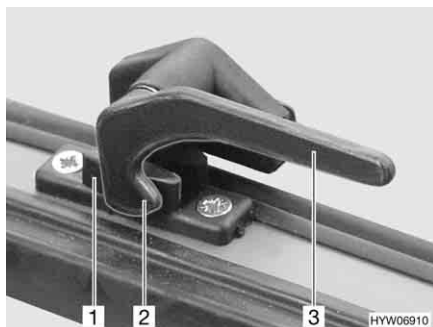

Fig. 16 Leva di serraggio in posizione "Chiuso"
- Ruotare la leva di serraggio (Fig. 16,3) di un quarto di giro verso il centro della finestra.
- Ruotare la leva di serraggio (Fig. 16,3) di un quarto di giro verso il telaio della finestra. Il nasello di chiusura (Fig. 16,2) si trova sul lato interno della chiusura della finestra (Fig. 16,1).
- In posizione "Completamente chiusa" (Fig. 16).